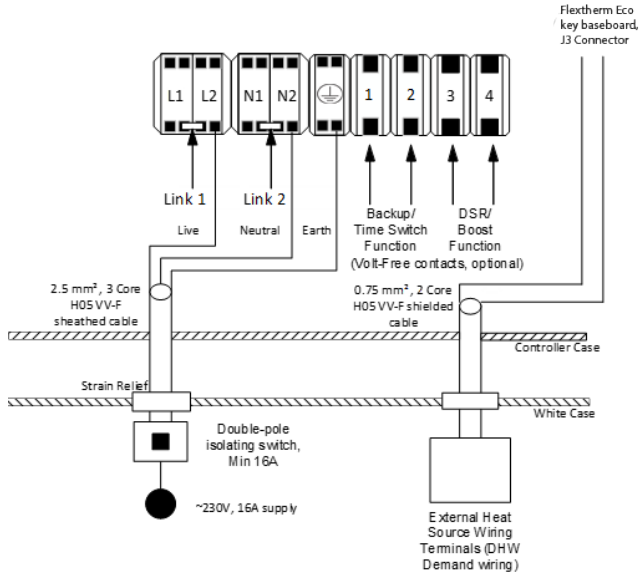

Figure 11 - Câblage de la batterie Flextherm Eco G2 D sans dérivation de l'énergie solaire
- o Sans dérivation de l'énergie solaire, suivre (Section 6.4.1, Figure 11)